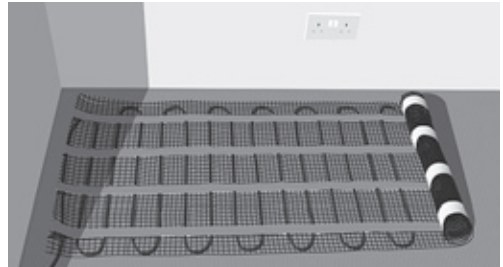
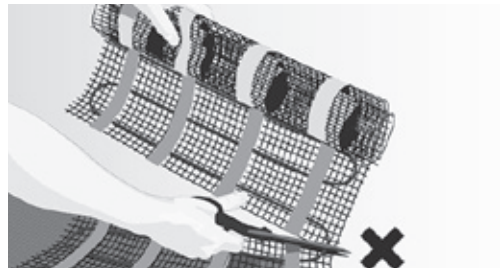
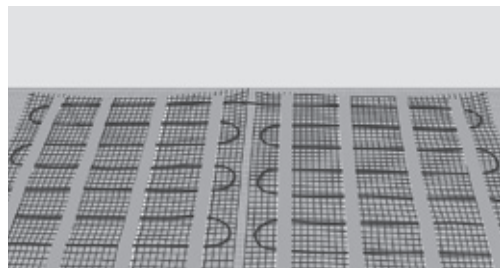

Bild 4. Rulla ut mattan
Bild 5. Klipp och vrid utan att skada kabeln
Bild 6. Golv täckt med matta
8. Rulla ut mattan på golvet med nätsidan uppåt tills du når väggen eller ett hinder (bild 4). Skär och vrid mattan för att fortsätta lägga den. Klipp inte av kabeln (bild 5). Upprepa detta tills du har täckt golvet (bild 6).